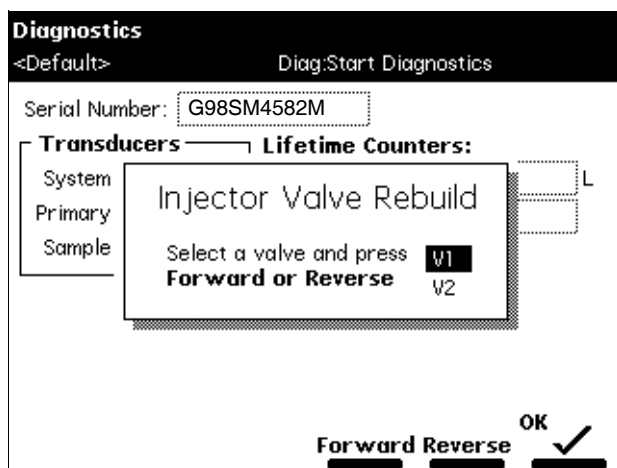

图 8-22 重建进样阀
1. 选择 Other Diagnostics（其它诊断）屏幕中的 **Rebuild Injector Valves（重建进样阀）**，然后按 **OK（确定）**。出现 Injector Valve Rebuild（进样器重建）对话框（图 8-22）。